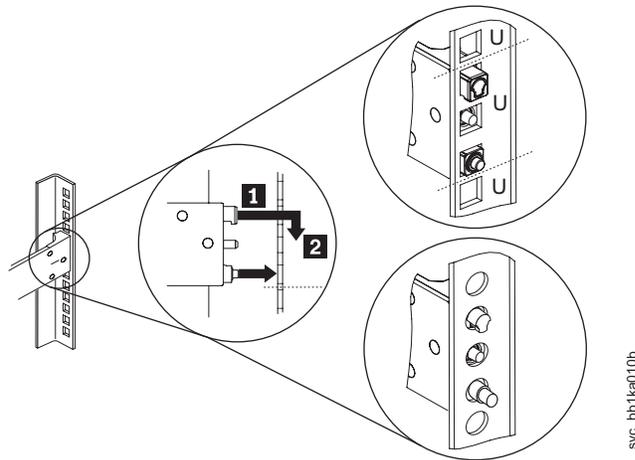

図 53. ラック背面での SAN ボリューム・コントローラー 2145-CF8 スライド・レールの後部の取り付け
- b. 80 ページの図 53 の **1** に示すように、レールを押して、ピンを穴に通します。